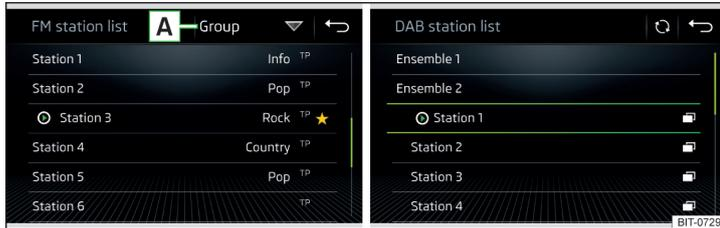

Abb. 184 Beispiel der Liste verfügbarer FM/DAB-Sender
- Zur **Sortierung** (FM) der Sender in alphabetischer Reihenfolge, laut Gruppe oder Genre, die Funktionsfläche **A** » Abb. 184 antippen » **!**.
- Zur **Filterung** der Sender nach dem Programmtyp (bspw. Kultur, Musik, Sport u. Ä.) in der FM-Senderliste (bei eingeschalteter RDS-Funktion) und der DAB-Senderliste (bei gewählter alphabetischer Sortierung der Senderliste) die Funktionsfläche **A** » Abb. 184 antippen.
- Zur **manuellen** Aktualisierung die Funktionsfläche ☰ » Abb. 184 antippen.